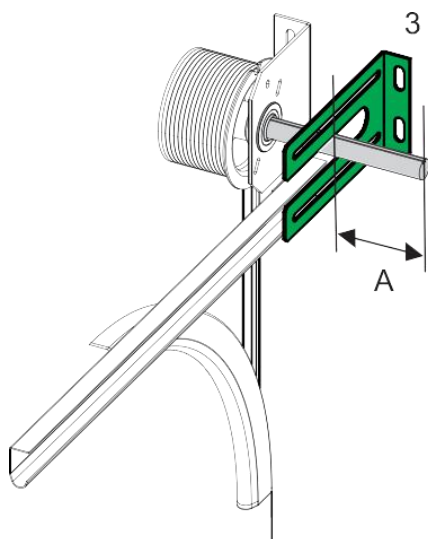

图 1
如图 1 所示, 安装支架 (3)。确保门的驱动轴给要安装的开门机至少预留 135 mm 的距离 (尺寸 A)。